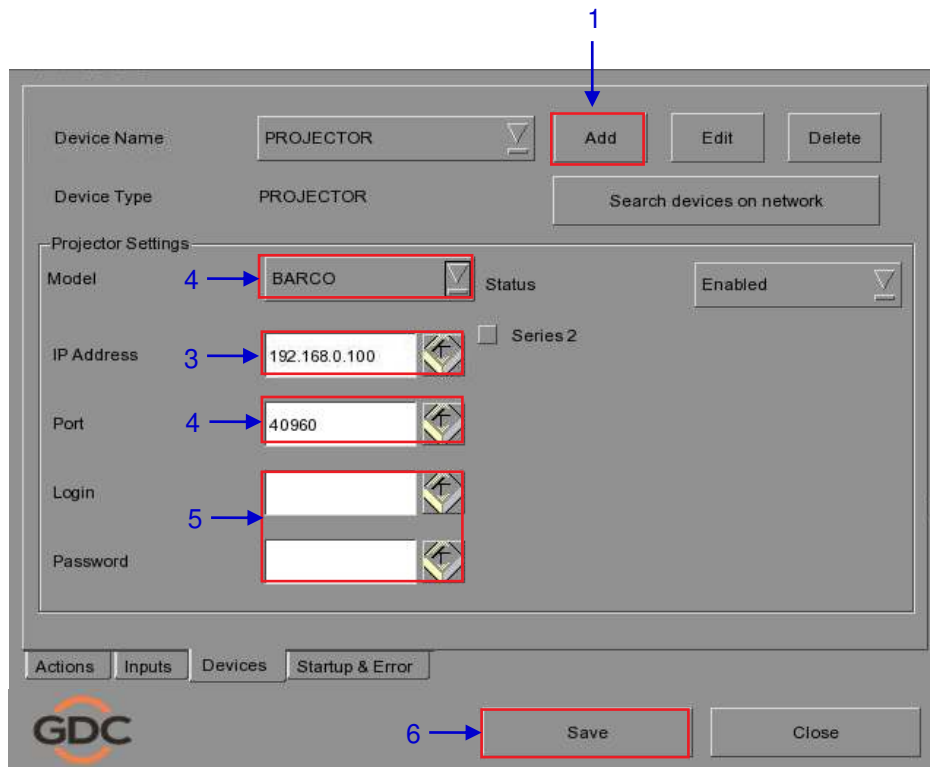

Figura 63 Ajustes de automatización para el dispositivo proyector.
2. Haga clic en [OK] y configure los parámetros del dispositivo para el dispositivo proyector (consulte la Figura 63).
El Componente de Ingeniería TA-10 puede usarse para la automatización del teatro con el SX-3000. Requiere que el TA-10 se cablee en una configuración particular. En la Figura 63 puede verse un diagrama de cableado.